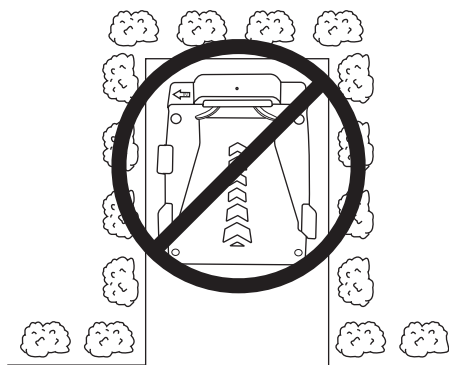

Figure 1
- Veuillez ne pas placer la base de charge dans un espace confiné. Le robot pourrait rencontrer des difficultés pour la retrouver (Figure 1).